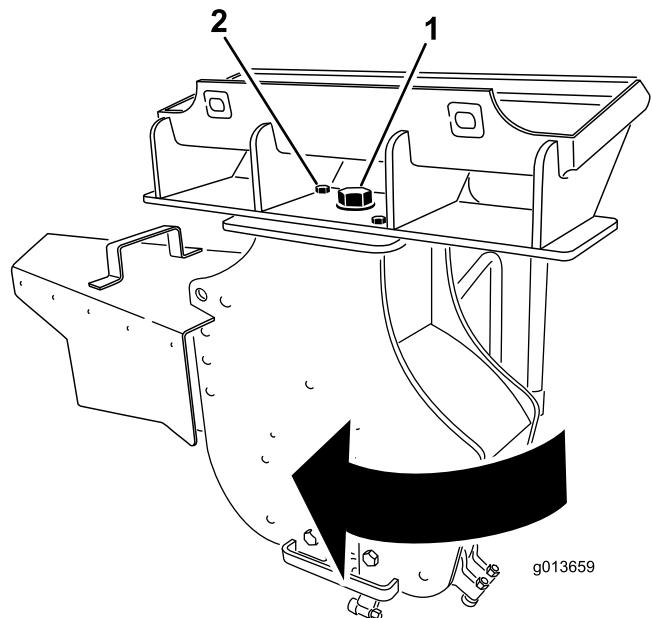

Figura 13
- Allentate il bullone grande situato sopra la trinciatrice (Figura 13).
- Rimuovete il bullone e il dado anteriore che fissano la trinciatrice (Figura 13).
- Ruotate la trinciatrice di 30 gradi in senso orario (Figura 13).
- Serrate il bullone grande sopra la trinciatrice a una coppia di 406 N·m come mostrato in Figura 13.
- Montate il bullone e il dado nel foro anteriore e serrateli a una coppia di 101 N·m come mostrato in Figura 13.
- Ruotate la trinciatrice di 30 gradi in senso antiorario (Figura 13).